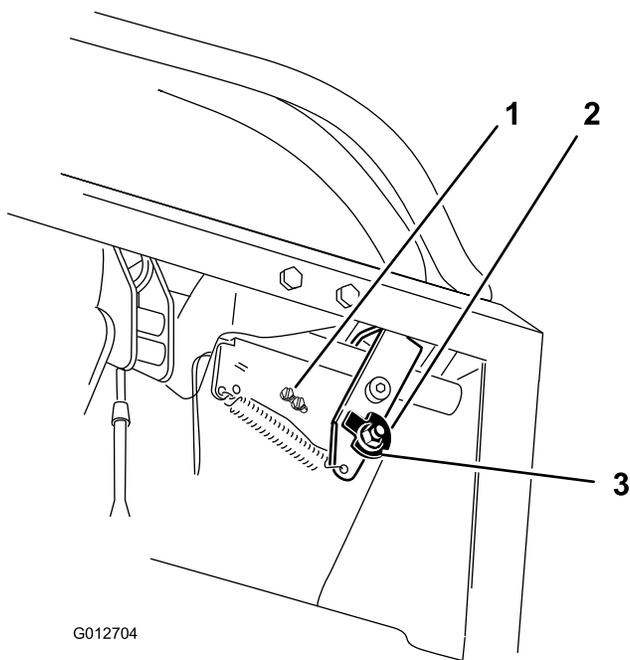
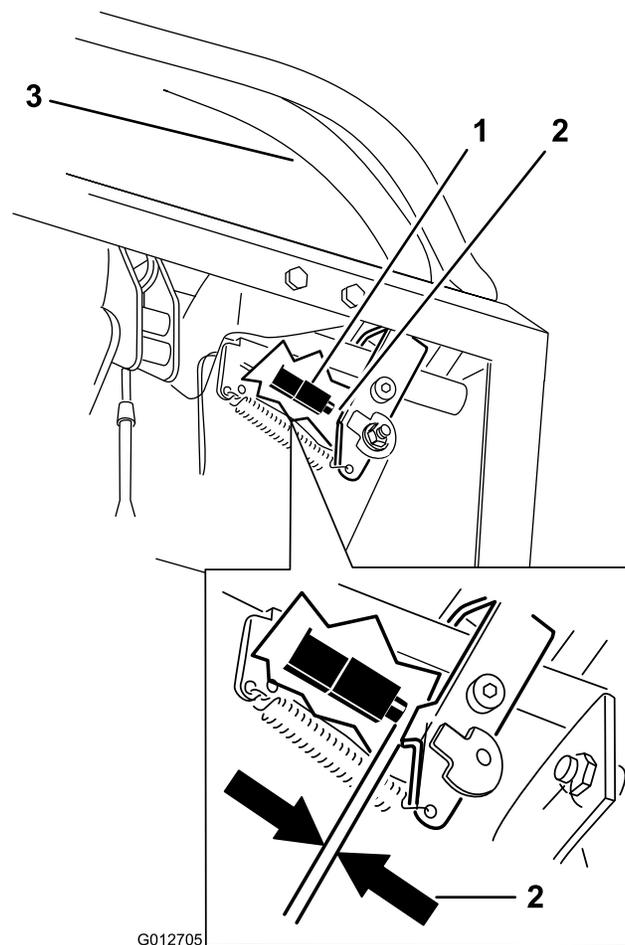

図 70
図 71
7. カムを固定しているナットをゆるめる (図 70)。
10. 図 71 に示されている、コントロール・レバーとスイッチとのすき間を点検する。右側コントロール・レバーがニュートラル位置でロック解除された状態で、すきまが 3mm あることが必要である。
11. 必要に応じてスイッチを固定しているネジをゆるめてスイッチの位置を調整する (図 70 と図 71)。